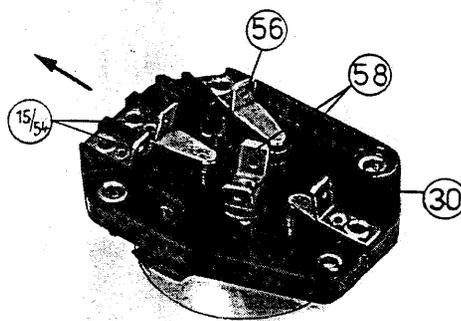
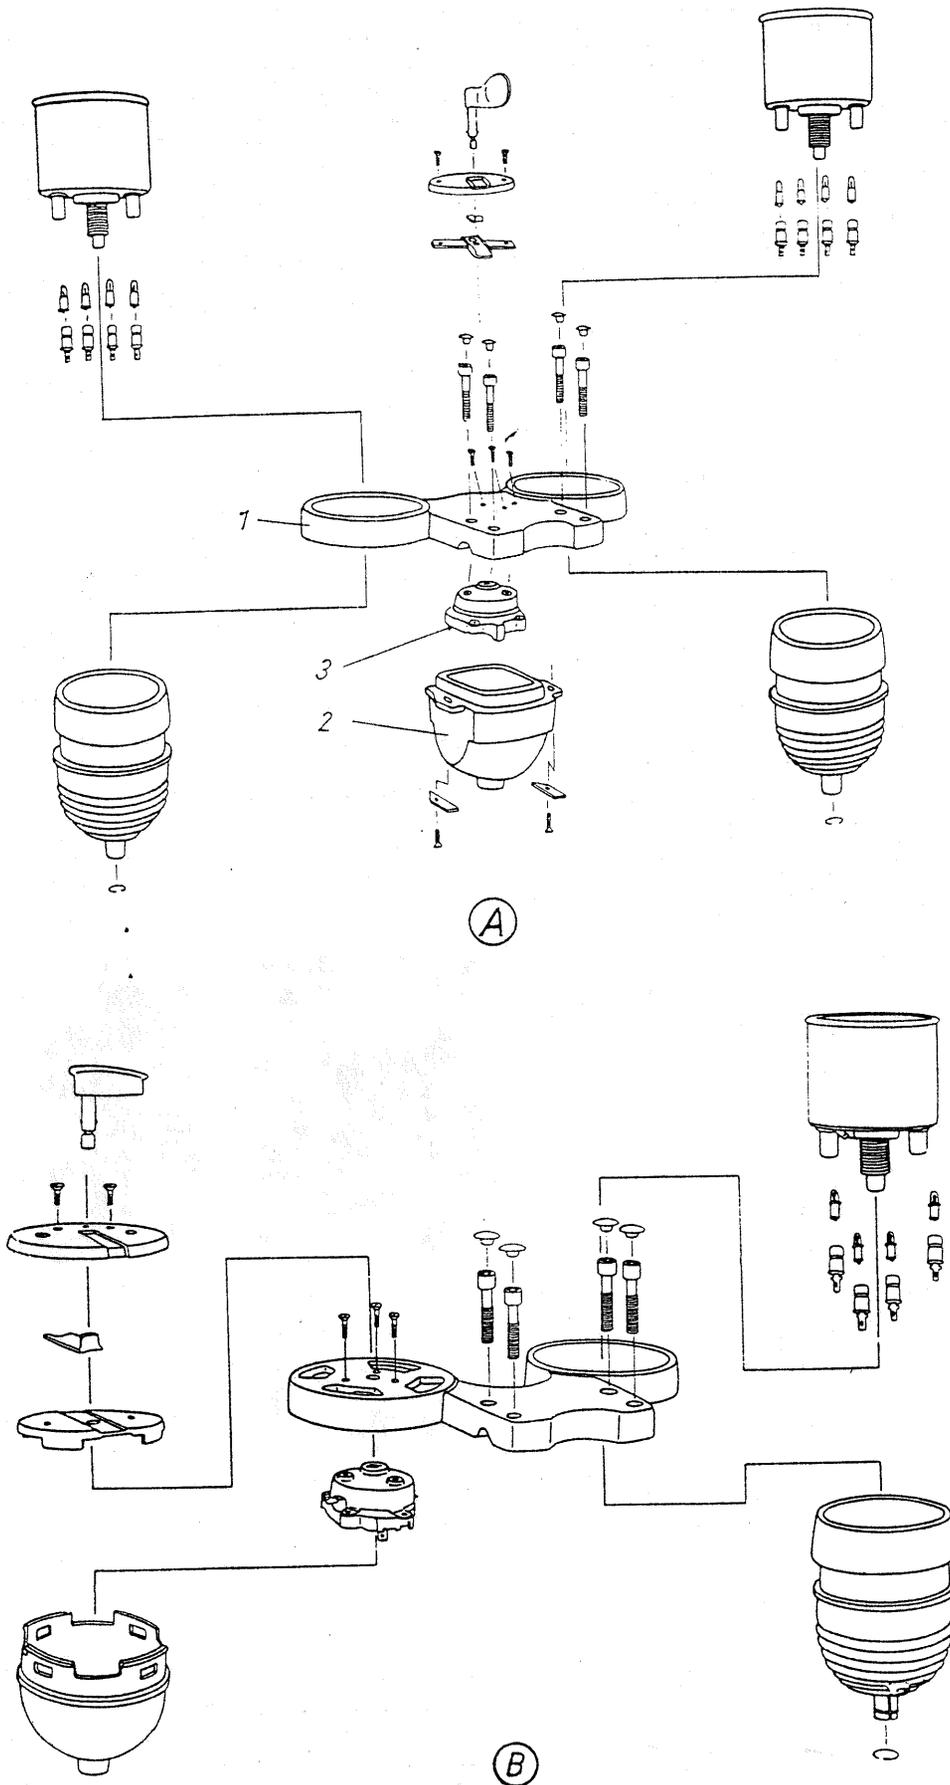

Fig. 98. Raccords de l'interrupteur électrique d'allumage
Fig. 99. Représentation en éclaté du pore-instruments
La pose et la dépose de l'interrupteur électrique d'allumage deviennent évidentes à la fig. 99. Dans l'exécution de luxe (A à la fig. 99), le porte-instruments (au guidon) (1) doit être dévissé de la tête de serrage supérieure. Seulement après cela, le chapeau de recouvrement: (2) et l'interrupteur électrique d'allumage (3) sont accessibles. Pour pouvoir réenfiler les câbles aux lames correctes en cas d'un échange éventuel de l'interrupteur électrique d'allumage, les raccords individuels ont été encore une fois marqués de repères comme indiqué à la fig. 98.
L'interrupteur électrique d'allumage à la fig. 98 n'est pas utilisable pour les anciens types MZ parce que l'ancienne position de commutation (5) n'est plus électriquement connectée. En réciproque, il est cependant possible d'utiliser un interrupteur électrique d'allumage d'anciens types également pour l'ETZ.
La flèche à la fig. 98 indique la position d'installation de l'interrupteur électrique d'allumage dans le sens de marche, les raccords en bas.
L'arrangement des instruments est évident à la fig. 99. L'exécution standard de l'ETZ est seulement équipé d'un tachymètre (à droite dans le porte-instruments).